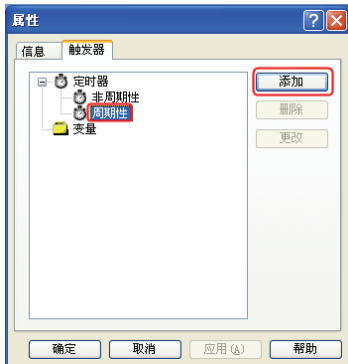
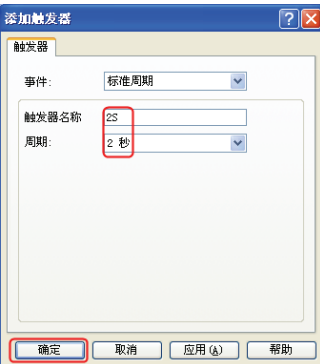

图 9-43 “属性”对话框
图 9-44 添加触发器
1) 单击全局脚本编辑器上工具栏中的“信息/触发”按钮，弹出“属性”对话框如图 9-43 所示，选定定时器的“周期”选项，单击“添加”按钮，弹出如图 9-44 所示的对话框，选择“标准周期”，触发器的名称读者可以自行命名（本例为 2s），触发器的周期为 2s，最后单击“确定”按钮即可。